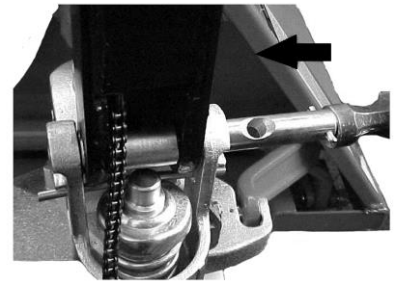

Fig. 6: Samling af aksel
- a) Indsæt styrestangsarmen (1) i pumpestemplet, og brug derefter en hammer til at indsætte akslen med hul i hydraulikpumpen og styrestangsarmen (Fig. 6).